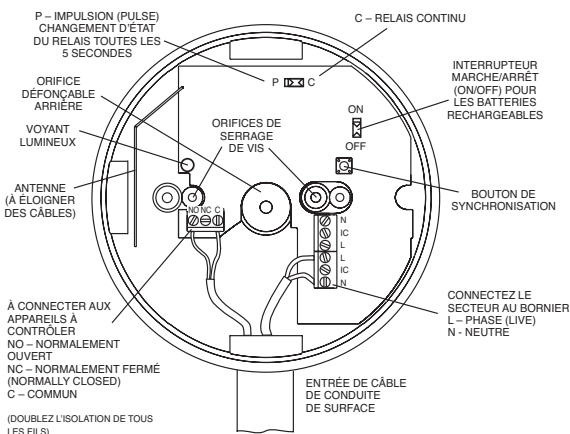

Figure 1b
3. Si le câble électrique d'arrivée se trouve en surface d'un mur/d'un plafond, choisissez une conduite/gaine de protection de taille parfaitement adaptée à l'appareil. Perforez l'orifice défonçable à l'aide d'un couteau pointu et assurez-vous que la conduite/gaine de protection s'adapte parfaitement à l'orifice, sans laisser d'espace. Un seul orifice est adapté au câblage en surface (il n'est pas recommandé d'utiliser les deux autres entrées car l'installation électrique risque de réduire le signal de l'antenne). Un autre orifice est situé à l'arrière. Voir figure 1b.
4. Fixez le Boîtier Ei428 au mur après avoir perforé l'orifice et y avoir introduit les fils électriques (voir figure 1b).
5. Connectez les fils au bornier comme indiqué sur la figure 1b (les fils marrons, rouges ou marqués L doivent être connectés à la Phase (L-Live) ; les fils bleus, noirs ou marqués N doivent être connectés au Neutre (N-Neutral)).
RadioLINK est toujours présent. Pour ce type d'installation, faites glisser à l'aide d'un petit tournevis aussi soigneusement et doucement que possible le commutateur Jaune sur la position « P » (voir figure 1b). Cette opération doit être effectuée **avant** que le Relais ne soit mis sous tension ou que la batterie rechargeable ne soit activée.
7. Connectez la batterie rechargeable en faisant glisser avec précaution l'interrupteur sur la position « ON » (voir figure 1b). L'interrupteur doit se trouver en position « ON » pour assurer un bon fonctionnement.
9. Connectez le Boîtier Relais Ei428 au secteur. Vérifiez que le voyant vert s'allume. Si le voyant vert devient rouge toutes les 10 secondes, déconnectez alors l'alimentation secteur, retirez le cache et vérifiez que l'interrupteur de la batterie est en position « ON » (voir figure 1b). Remplacez le cache et remettez l'appareil sous tension. Si le problème persiste, il est possible que la batterie soit déchargée, laissez alors l'appareil sous tension pendant 2 heures pour recharger la batterie et refaites un test.
(iii) Si le voyant rouge clignote toutes les 10 minutes, cela indique un problème au niveau de la batterie. Vérifiez que l'interrupteur de la batterie est sur la position « ON » (voir figure 1b) et laissez la batterie en charge pendant 2 heures avant de procéder à une nouvelle vérification. Si le problème persiste, le Ei428 est défectueux et doit être remplacé (voir la section : Faire réparer votre boîtier Relais RadioLINK).
Si votre Relais ne fonctionne toujours pas après avoir lu toutes les instructions et vérifié l'installation de l'appareil et l'alimentation (voyant vert allumé), contactez le « Service d'Assistance Client » à l'adresse la plus proche de votre domicile (liste incluse à la fin de ce mode d'emploi). Si l'appareil doit être retourné pour réparation ou remplacement, ouvrez le cache et déconnectez la batterie rechargeable à l'aide de l'interrupteur (voir figure 1b). Placez le Relais dans un emballage matelassé et envoyez-le au « Service d'Assistance et d'Information Client » à l'adresse la plus proche de votre domicile (liste incluse sur l'appareil ou dans ce mode d'emploi). Indiquez la nature du problème ainsi que le lieu et la date d'achat de l'appareil.